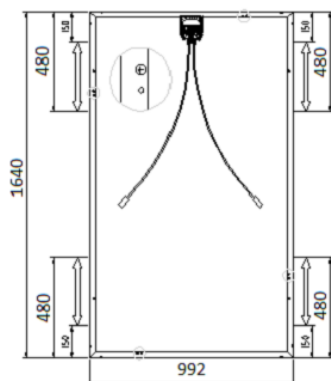

Рисунок 3. Размеры модуля
- Необходимо использовать как минимум четыре модульных зажима, по два с каждой стороны рамы модуля, в общих местах зажима, обозначенных широкими стрелками на чертеже (Рисунок 3).